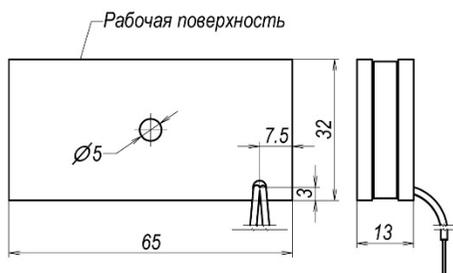
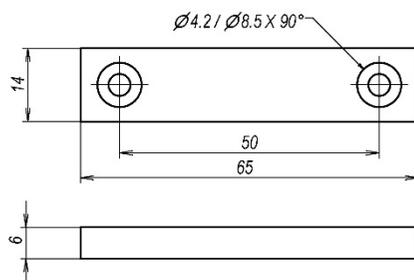

Рисунок 1- Корпус
Рисунок 2- Якорь
4.1 Замок состоит из корпуса (рисунок 1) и якоря (рисунок 2). Срабатывание замка происходит при механическом контакте рабочих поверхностей корпуса и якоря, после подачи напряжения питания.